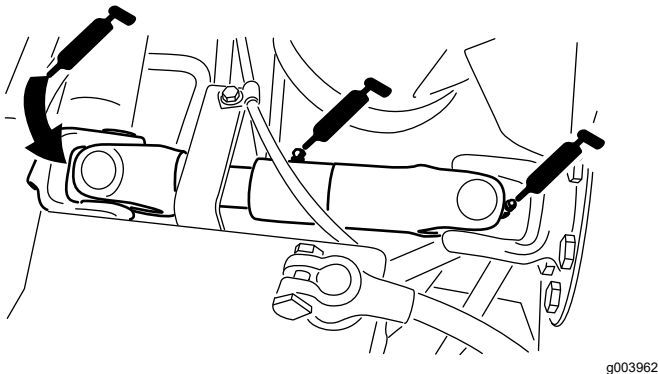

Figura 39
- Articulación de cardán del árbol de transmisión de la bomba (3) – Figura 39